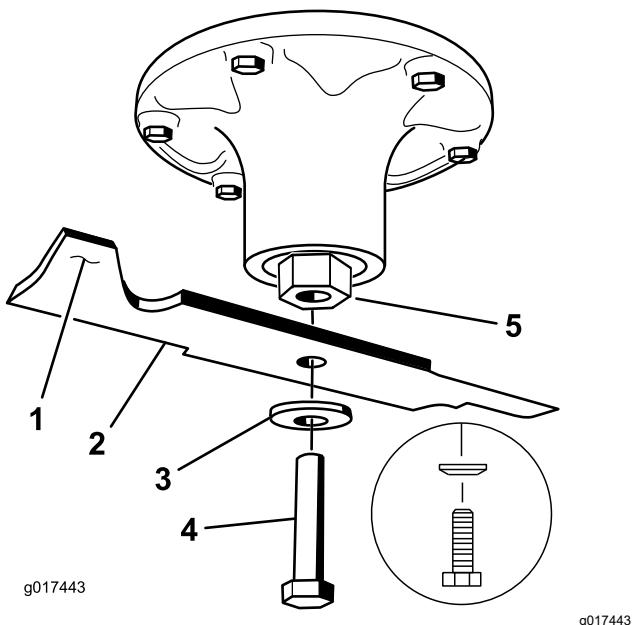

Figura 78
2. Retire a cavilha da lâmina, a anilha curva, e a lâmina do eixo (Figura 78).
1. Instale a lâmina no eixo (Figura 78).
2. Instale a anilha curva e o parafuso da lâmina (Figura 78).